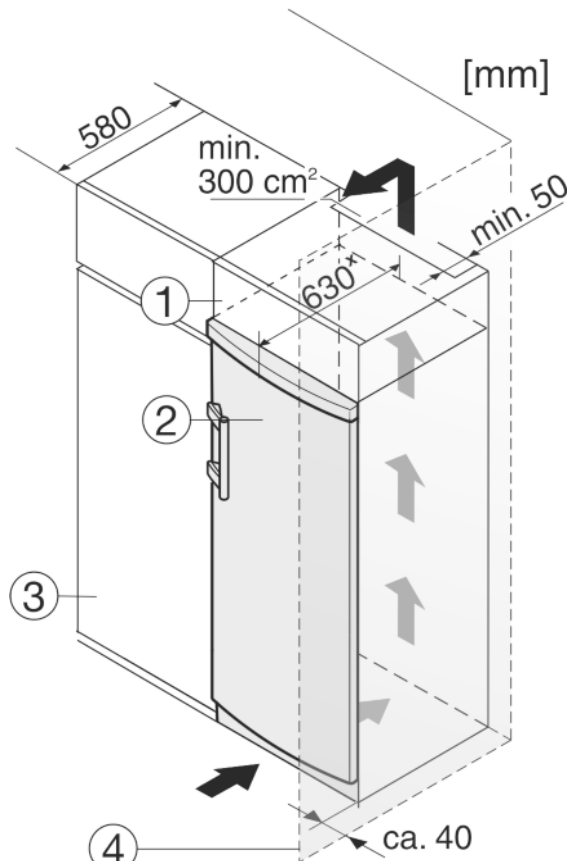

Fig. 10
A készüléket körbe lehet építeni konyhaszekrényekkel. Rá lehet szerelni egy rátét szekrényt Fig. 10 (1), hogy a készüléket Fig. 10 (2) a konyhabútorok magasságához igazítsa.
Ha a berendezést (max. 580 mm mélységű) konyhaszekrényekkel építi körül, akkor közvetlenül a konyhaszekrény Fig. 10 (3) mellett is felállíthatja. A készülék oldalirányban 34 mmx, a közepétől pedig 50 mmx távolságban nyúlik túl a konyhaszekrény előlapjához képest.
Mikor a berendezést a csuklópántokkal egy fal *Fig. 10 (4)* mellett állítja fel, akkor a berendezés és a fal közti távolság legalább 40 mm legyen. Ez nyitott ajtó esetén megfelel a fogantyú túlnyúlásának.